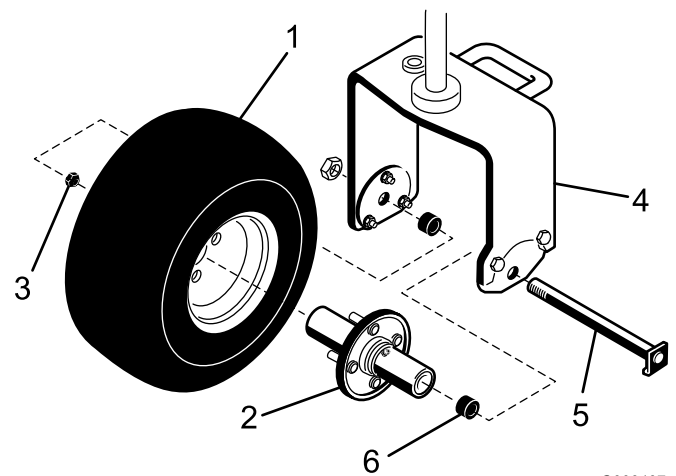

Figura 3
- Coloque o cubo da roda no anel da roda traseira com 4 porcas de montagem (Figura 3). Aperte a porca com uma força de aperto de 95–122 Nm.
- Retire o parafuso e a porca de bloqueio dos furos de montagem da roda na forquilha da roda traseira (Figura 3).
- Posicione a dobra da cabeça do parafuso da roda sob a extremidade inferior da placa adaptadora (Figura 3). Monte e aperte a porca de bloqueio para prender a roda à forquilha da roda. Não aperte demasiado a porca de aperto, uma vez que a roda tem de rodar livremente.